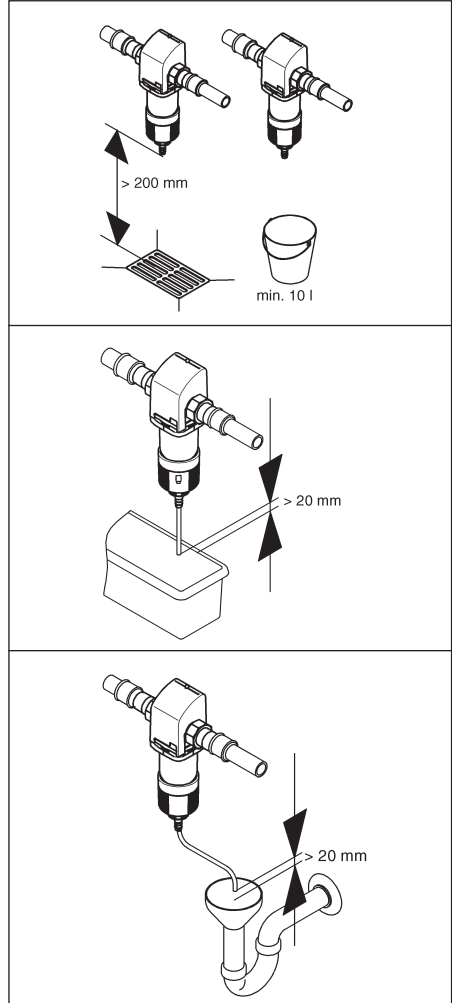

Fig. 4: Opciones de evacuación del agua de contralavado
Debe haber disponible una conexión de agua residual (p. ej. desagüe en el suelo) de dimensiones adecuadas según DIN 1986 para el agua del contralavado. Si no se dispone de una conexión de agua residual adecuada, puede utilizarse un cubo (véase fig. 4).
- Cuando el cubo se encuentre medio lleno debe detenerse el proceso de contralavado. De lo contrario, es posible que el cubo llegara a rebosar. Por este motivo, el cubo debe tener el tamaño adecuado (véase fig. 4) y el contralavado debe llevarse a cabo de forma rápida.